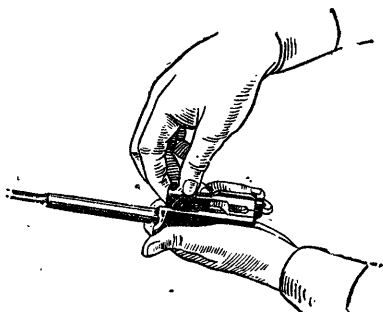

Рис. 8. Отделение затвора от затворной рамы
7) **Отделить затвор от затворной рамы.** Взять затворную раму в левую руку затвором кверху (рис. 8); правой рукой отвести затвор назад, повернуть его так, чтобы ведущий выступ затвора вышел из фигурного выреза затворной рамы, и вывести затвор вперед.